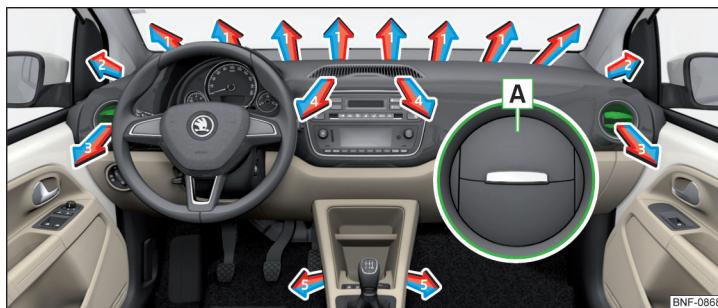

Bild 89 Luftmunstycken
Vid luftmunstyckena **3** » bild 89 kan luftflödesriktningen ändras och de enskilda munstyckena kan även öppnas och stängas.
- **Öppna** genom att trycka på lamellens ytterkant i området **[A]** » bild 89.
Ställa in riktningen på luftflödet	Luftmunstycken » bild 89